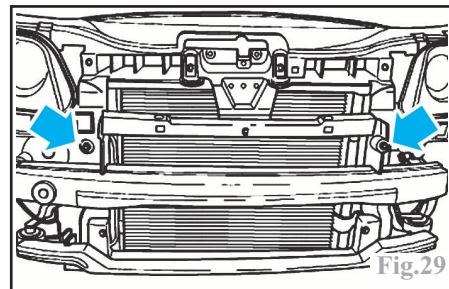

Fig.29
-les vis de fixation du radiateur (Fig.29) et le suspendre, sans débrancher ses canalisations.